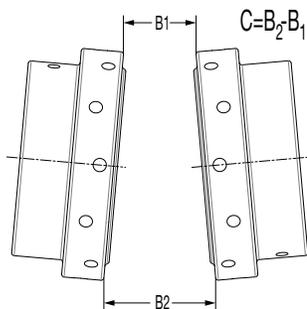

Figura 3 - Desalineamiento angular
2. Utilizando reglas milimétricas o cáliperes, revise el desalineamiento angular midiendo la dimensión "B" en cuatro lugares del diámetro externo del cubo a 90° entre sí, tal como se aprecia en la figura 3. Use las mediciones de "B₂" y "B₁" para calcular "C". Ajuste el equipo hasta que las mediciones "C" no sobrepasen el valor indicado en la tabla 3.